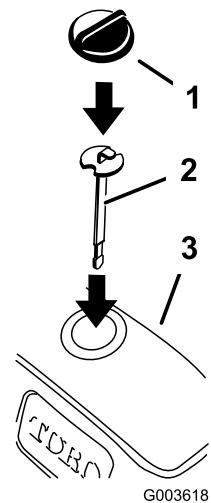

Figura 37
3. Inserite la nuova asta di livello e controllate il livello del idraulico (Figura 37).